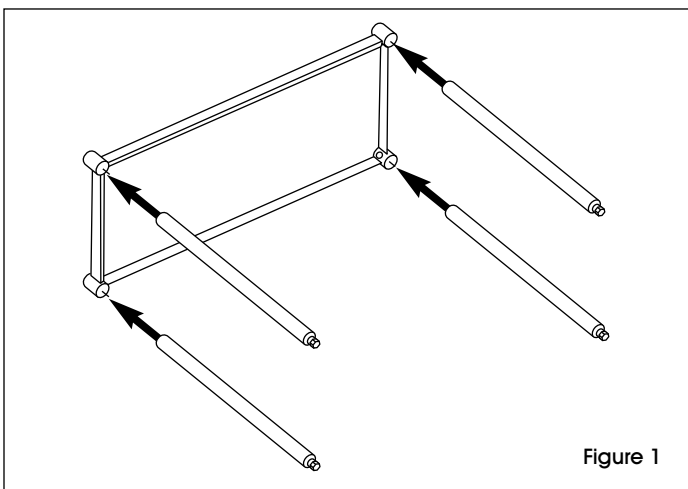

Figure 1
1. Placez la tablette inférieure sur le côté et faites passer les montants à travers les collets jusqu'à la hauteur désirée. Pour garantir une hauteur exacte, marquez la hauteur souhaitée sur chaque montant avec un marqueur effaçable ou un crayon gras. (Voir Figure 1)